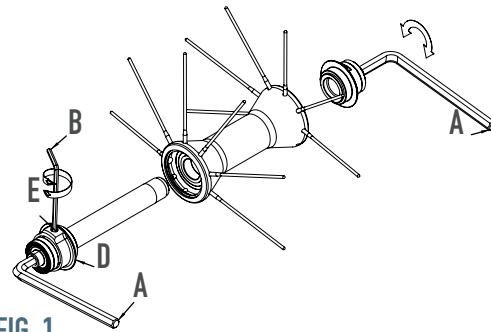

FIG. 1
- Inserite due chiavi a brugola da 5mm (A) dentro agli scontri alle estremità dei mozzi (Fig. 1) e ruotatele in senso antiorario.
- Se necessario effettuare una registrazione del mozzo agendo sulla ghiera (D).
- Allentate il grano (E) con una chiave a brugola da 2mm (B) (Fig. 1).
- Richiudete il grano (E).